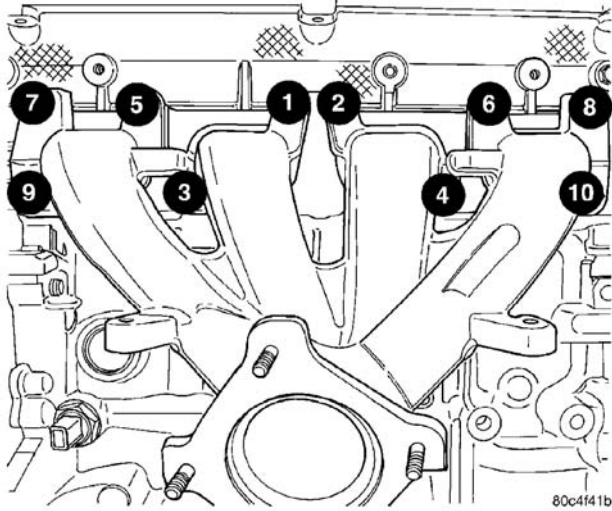

图 111 排气歧管紧固程序
(1) 安装配备新衬垫的排气歧管。依（图 111）所示顺序拧紧固定螺母至扭矩 20N • m(175in.lbs.)。